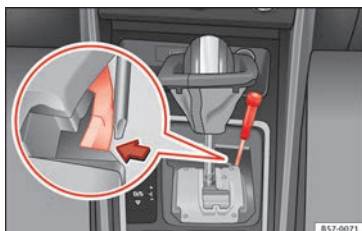

Fig. 56 Levier sélecteur : déverrouillage d'urgence de la position de parking.
- Avec un tournevis, appuyez latéralement sur la languette jaune de déverrouillage et maintenez la pression » **fig. 56**.